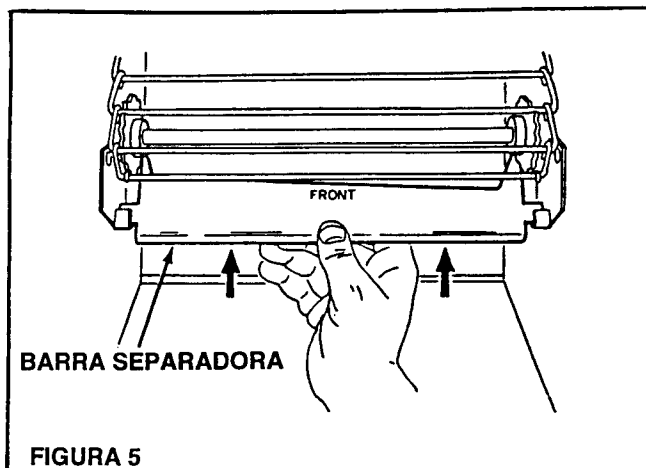

FIGURA 5
- 1) Retire la barra separadora (artículo 35), empujándola hacia arriba y fuera de los soportes de cada lado, para bajarla y fijar la barra separadora en la bandeja de goteo (artículo 27) (Vea la Figura 5).